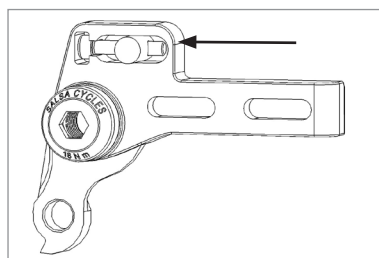

Figure 1
3. Placez une vis M4 et un écrou à portée cylindrique dans le creux intérieur supérieur de la plaque de patte du côté chaîne; placez l'autre ensemble dans le creux intérieur supérieur de la plaque de patte du côté sans chaîne. Les écrous à portée cylindrique vont vers l'avant du vélo (figure 1).